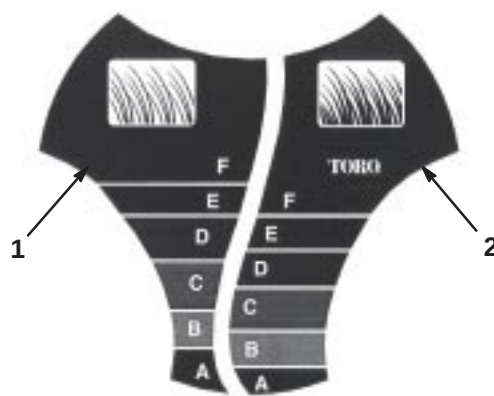

Bild 12
Das *SmartWheel*™ weist zwei Schnitthöhenskala auf: *Dünn/Normal* und *Satt*—damit Sie bei jedem Rasenzustand immer das beste Ergebnis erzielen (Bild 12). Benutzen Sie die *Dünn/Normal*-Skala während der warmen Sommersaison für den Großteil Ihres Mähbedarfs. Die *Satt*-Skala dient ausschließlich starkem, nassem und satterem Graswuchs, den Sie am häufigsten im Frühjahr antreffen.
2. Bewegen Sie den Rasenmäher aufs Gras; Schieben Sie den Rasenmäher nicht mehr weiter, wenn das *SmartWheel*-Motiv an einem der Hinterräder aufrecht steht (Bild 12).